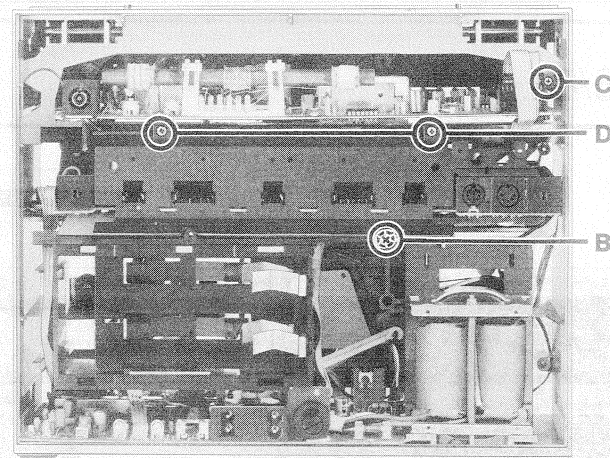

Abb. 2
3. Schraube **B** in der Abb. 2 herausdrehen und Frontseite abnehmen.
2. Schrauben **C** herausdrehen. (Zwei auf der Frontseite und eine auf der Rückseite). Abb. 2 und 3.
2. Die in Abb. 2 mit **D** bezeichneten Schrauben herausdrehen.